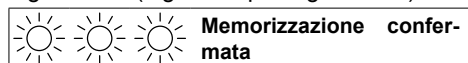

Figura 5.50
- Per memorizzare il settaggio premere il pulsante di ripristino 6 per circa 5 secondi, le spie di segnalazione 3 lampeggiano tutte quante simultaneamente come in Figura 5.50 (legenda spie Figura 5.34)